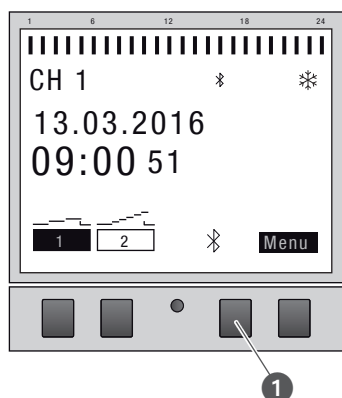

Fig. 26: Estabelecer a ligação Bluetooth no temporizador
2. Premir o botão do Bluetooth (fig. 26/ ❶) no temporizador.